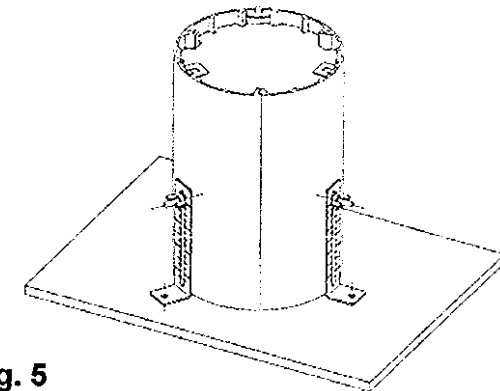

Fig. 5
1. Attach assembly to the deck with appropriate fasteners (not provided). See Fig. 5.
1. Fixer l'ensemble au plancher avec les ferrures appropriées (non fournies). Consulter la Fig. 5.